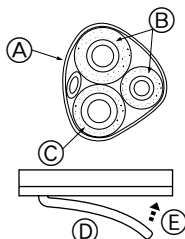

Fig. 5-5
- Περάστε το σωλήνα αποστράγγισης διαγωνίως κάτω από τους σωλήνες σύνδεσης. (Fig. 5-5)